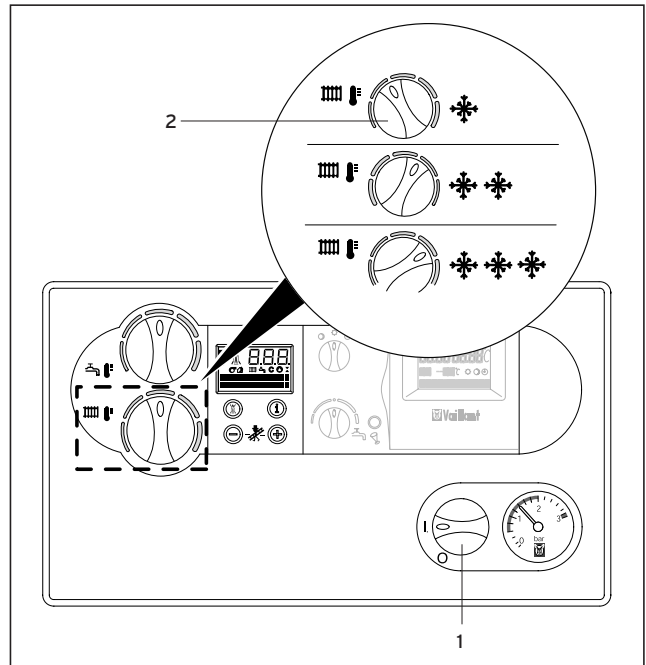

Abb. 3.7 Vorlauftemperatur einstellen
3.4.1 Vorlauftemperatur einstellen (Abb. 3.7)